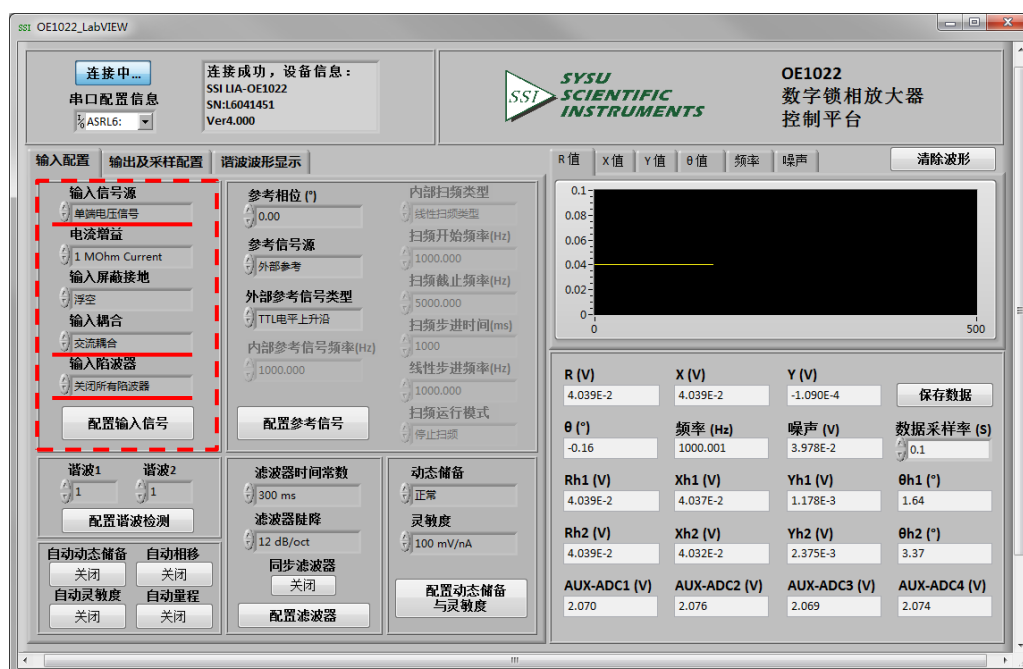

图75. 输入信号配置图
①首先根据表 14，在输入信号配置中选择输入信号类型、输入耦合方式和是否开启陷波器，其它选项默认，如下图 75 所示，最后需要点击“配置输入信号”，以完成输入信号的配置：